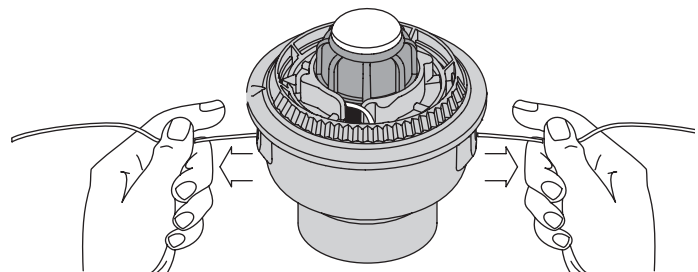

Fig. 22
9. Si el bobinado de la línea se torna dificultoso o la línea se enreda, tire de los extremos de la línea de la bobina. Continúe bobinando el carrete interior en sentido antihorario (Fig. 22).
Si el SpeedSpool® no suelta línea en forma correcta, tire firmemente de los extremos de la línea de la bobina (Fig. 22). Si al hacer esto la línea no se suelta, siga las instrucciones de *limpieza del SpeedSpool®* a continuación.